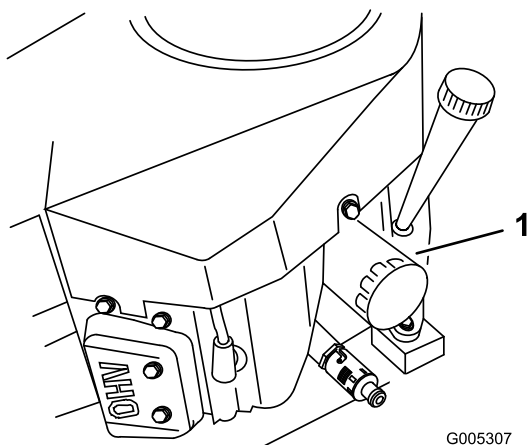

Figura 33
2. Retire el filtro de aceite usado (Figura 33).